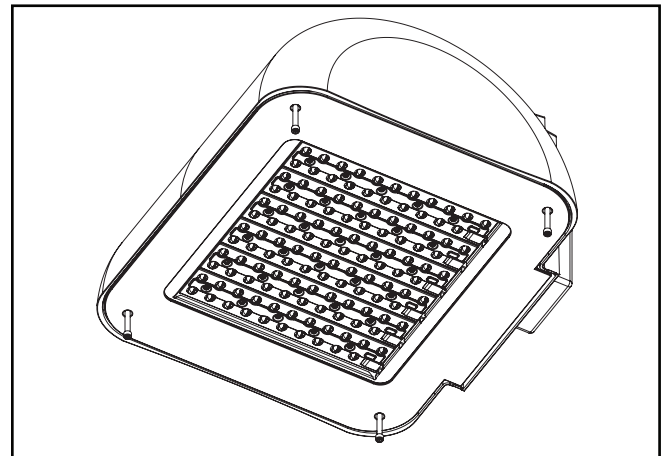

Figura 7.
5. Afloje los cuatro tornillos de cabeza ciega de 1 / 4-20 y abra la puerta. (Figura 7).